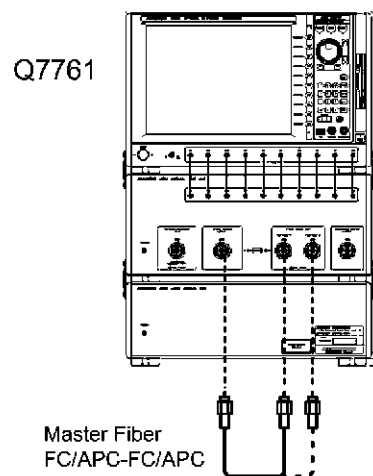

図 2-3 ダイナミック・レンジ（分散モード）試験接続図
1. 機器を図 2-3 のように接続します。はじめにマスタ・ファイバを “OPTICAL SIGNAL OUTPUT” と “TEST PORT 1” を接続します。